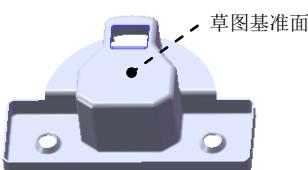

图 16.2.51 切除一拉伸 4
Step10. 创建图 16.2.51 所示的切除一拉伸 4。
(1) 选择命令。选择下拉菜单 **插入(I)** → **切除(C)** → **拉伸(E)...** 命令。
(2) 定义特征的横断面草图。
① 定义草图基准面。选取图 16.2.51 所示的表面作为草图基准面。